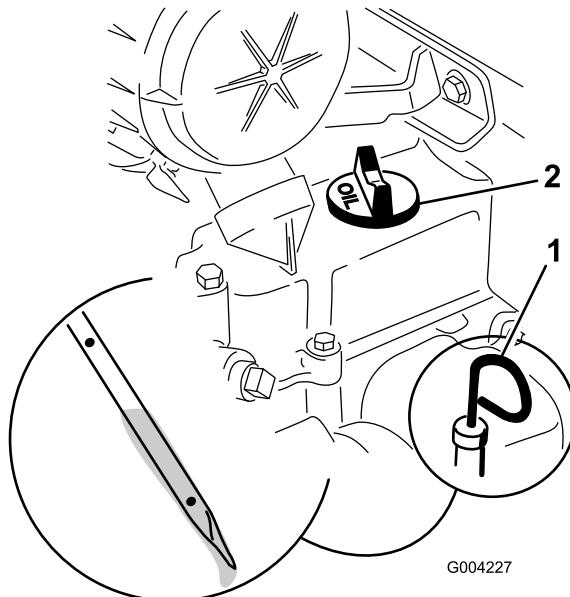

Bild 15
- Nehmen Sie bei einem niedrigen Ölstand den Fülldeckel (Bild 15) ab und gießen Sie genug Öl in die Öffnung, bis der Ölstand die Vollmarke am Peilstab erreicht.